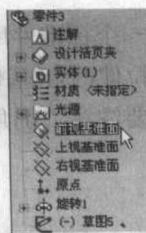

图 1.24 视图面选择
(12) 单击左窗格中的 按钮, 左窗格中出现如图 1.24 所示的设计树, 单击【前视基准面】, 再单击视图工具栏中的“正视于”按钮, 零件旋转, 以使所选模型面变为正视。